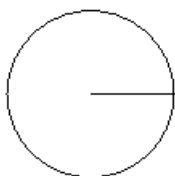
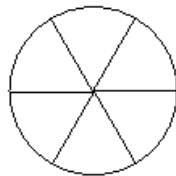

图 4.9.10 绘制圆内直线
图 4.9.11 最终效果图
(4) 单击鼠标中键，完成直线的绘制，如图 4.9.10 所示。
(1) 选择 **草绘** → **排列** → **旋转并复制** 命令。
(2) 选取图 4.9.10 所示的直线为变换对象, 单击“选取”对话框中的 **确定** 按钮, 在系统弹出 **GET POINT (获得点)** 菜单中选择 **Vertex (顶点)** 命令, 选取圆心为旋转中心点。
(3) 在系统 **输入逆时针方向的旋转角[退出]** 提示后的文本框输入值 60, 单击 **✓** 按钮。
(4) 在系统 **输入复制数[退出]** 提示后的文本框输入值 5, 单击 **✓** 按钮, 完成直线的旋转与复制, 最终效果如图 4.9.11 所示。